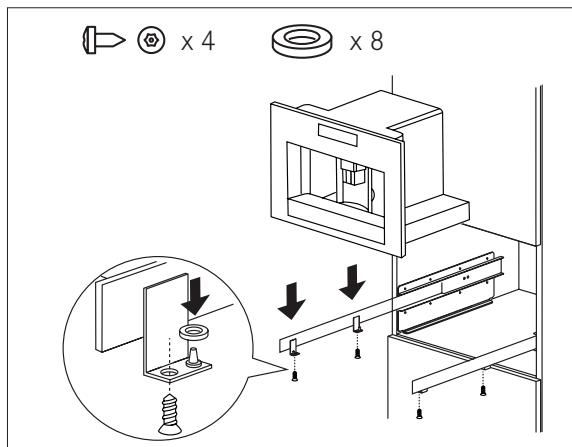

Fig. 5
- Poziționați aparatul pe șină, asigurându-vă că șifturile sunt introduse corect în carcasă, apoi fixați - cu șuruburile din dotare (Fig. 5). Dacă trebuie să se regleze înălțimea aparatului, utilizați discurile distanțiere furnizate.